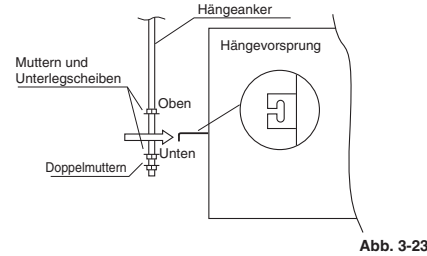

Abb. 3-23
- (2) Die drei Sechskantmutter und die beiden Unterlegscheiben (im Fachhandel erhältlich) auf jeden der vier Hängeanker schrauben, wie in Abb. 3-23 gezeigt. Je eine Mutter und eine Unterlegscheibe für die obere Seite, und zwei Muttern und eine Unterlegscheibe für die untere Seite verwenden, damit die Einheit nicht von den Hängevorsprüngen abrutschen kann.